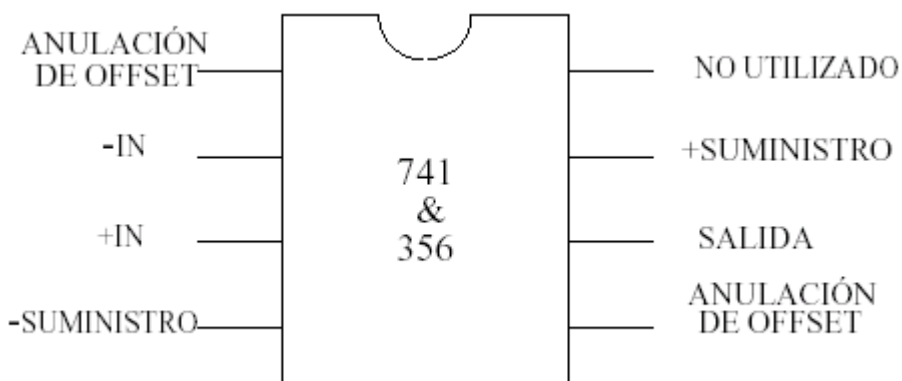

Figura 3: asignaciones de los pines para el amplificador operacional 741.
- (4-4) Siguiendo el diseño que realizó en el ejercicio pre-práctica 4-3, construya el conversor analógico-digital utilizando un amplificador operacional 741 y las resistencias del paquete que obtuvo anteriormente. En la figura 3 se muestran las asignaciones de los pines para el amplificador operacional 741. No conecte todavía las entradas de bits de datos del conversor a las salidas de bits de datos de la memoria. En su lugar, ajuste la tensión de offset v_{OFF} en 0 V y conecte cada entrada por separado a la fuente de alimentación de 5-V, dejando las otras entradas conectadas a tierra. A continuación, mida v_{DAC} con el multímetro y compare las mediciones con los datos de la tabla que preparó en el ejercicio pre-práctica 4-4 para así determinar si el conversor funciona o no correctamente.
- (4-8) Siguiendo el diseño que realizó en el ejercicio pre-práctica 4-7, construya la etapa de control de volumen utilizando un amplificador operacional 741, pero no lo conecte aún a los auriculares. En la figura 3 se muestra la asignación de los pines para el amplificador operacional. Ajuste el generador de funciones para producir un senoide no polarizado de 1-kHz con una amplitud pico a pico de 2-V y conéctelo a la entrada del búfer. Con una canal del osciloscopio, observe la entrada a la etapa de control de volumen y active el osciloscopio desde ese canal. Con el otro canal, observe la salida v_{OUT} de la etapa de control de volumen. Modifique la frecuencia de su tensión de entrada y compare la respuesta de frecuencia de la etapa de control de volumen con la que predijo en la tabla del ejercicio pre-práctica 4-8 para determinar así si la etapa de control de volumen funciona o no correctamente.